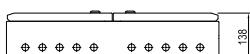

Рисунок 4 – Габаритные и установочные размеры металлокорпусов
Оперативная панель выполнена сборной, состоящей из торцевых (1) и линейных (2) модулей и крепежных клипс (3) (рисунок 4). На линейных модулях имеются окна для выхода модульной электроаппаратуры, в нижнее окно установлено заглушка (только для корпусов с двумя и более окнами).